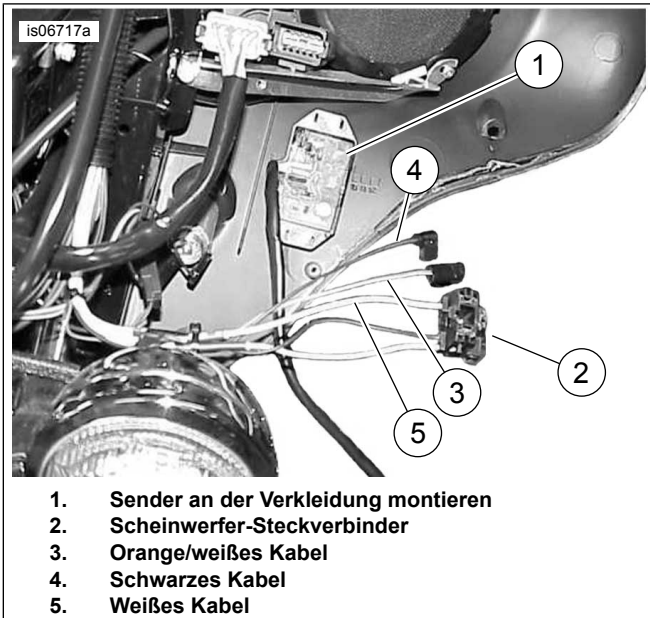
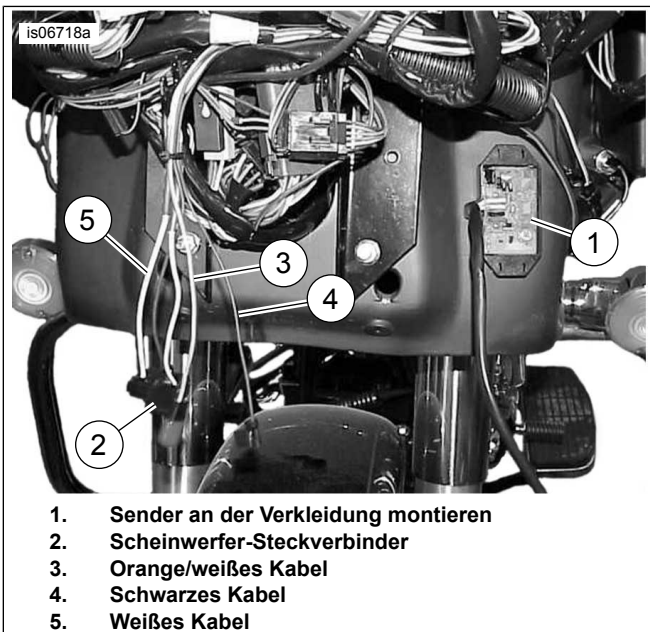

Abbildung 11. Kabel für den Senderanschluss (FLHT/X bis 2013)
Abbildung 12. Kabel für den Senderanschluss (FLTR bis 2013)
Touring/Trike (FLHT/X, FLTR, bis 2013)	Obere Innenseite der Verkleidung, mit Schaumstoffpolster (zuerst Außenverkleidung abnehmen) ( Siehe Abbildung 11. und Abbildung 12. ).
3. Siehe Abbildung 11. (FLHT-, FLHX-Modelle) oder Abbildung 12. (FLTR-Modelle). Den Sender an der oberen Innenseite der Verkleidung montieren.